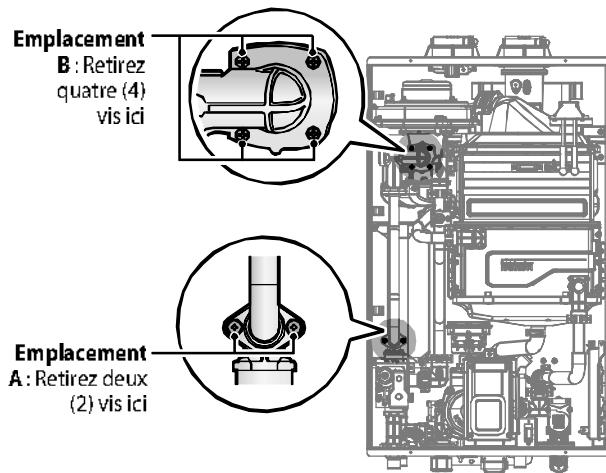

Figure 3. Retrait de la soupape à gaz du tuyau d'entrée de gaz et du moteur du ventilateur
4. Utilisez un tournevis Phillips pour retirer les deux vis de l'emplacement A – le raccordement situé sous la soupape à gaz et relié au tuyau. Reportez-vous à la figure 3 à des fins de référence. Une fois les vis retirées, séparez délicatement le tuyau de la soupape à gaz.